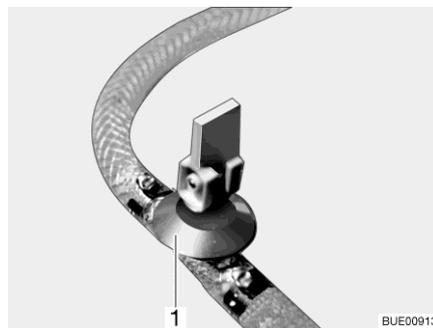

Fig. 147 Robinet de vidange (avec levier à bascule)
- Fermer tous les robinets de vidange. Placer pour ce faire le levier à bascule du robinet de vidange (Fig. 147,1) à l'horizontale.